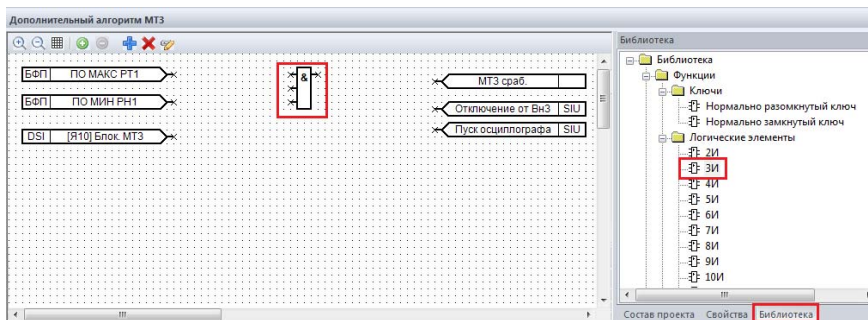

Рис. 18. Выбор элемента «3И»
16. Добавить в схему логические элементы. Для этого во вкладке «Библиотека», в папке «Логические элементы», двойным щелчком ЛКМ выбрать элемент «ЗИ», и разместить его в рабочем поле (рис. 18).